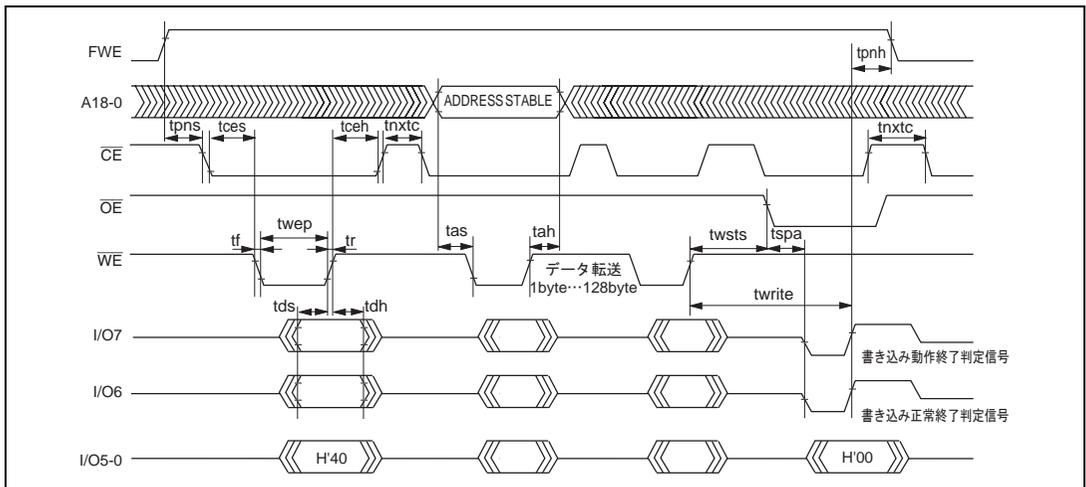

図 19.52 自動書き込みモードのタイミング波形
- (1) 自動書き込みモードでは、128バイト同時書き込みを行います。これは、バイトデータを128回連続で転送してください。
- (2) 128バイト以下の書き込みでも128バイトのデータ転送を行う必要があります。必要ないアドレスへのメモリ書き込みは、データをH'FFにして書き込みを行う必要があります。
- (3) 転送するアドレスの下位7ビットは、ロー状態にしてください。有効アドレス以外を入力した場合は、メモリ書き込み動作に移行しますが、書き込みエラーとなります。
- (4) メモリアドレスの転送は、第2サイクルで行います (図19.52)。第3サイクル以降では転送しないでください。
- (5) 書き込み動作中は、コマンド書き込みを行わないでください。
- (6) 書き込みは、各アドレスの128バイト単位のブロックに対して、1回の自動書き込みで行ってください。すでに書き込まれたアドレスブロックへの2回以上の追加書き込みは行えません。
- (7) 自動書き込み正常終了の確認には、I/O6を調べることにより行います。または、ステータス読み出しモードを使用しても確認することができます (I/O7のステータスポーリングは、自動書き込み動作終了判定用端子です)。
- (8) ステータスポーリングのI/O6、I/O7の情報は、次のコマンド書き込みまで保持されます。次のコマンド書き込みが行われていなければ、 $\overline{\text{CE}}$ 、 $\overline{\text{OE}}$ をイネーブルにすることにより読み出し可能となります。